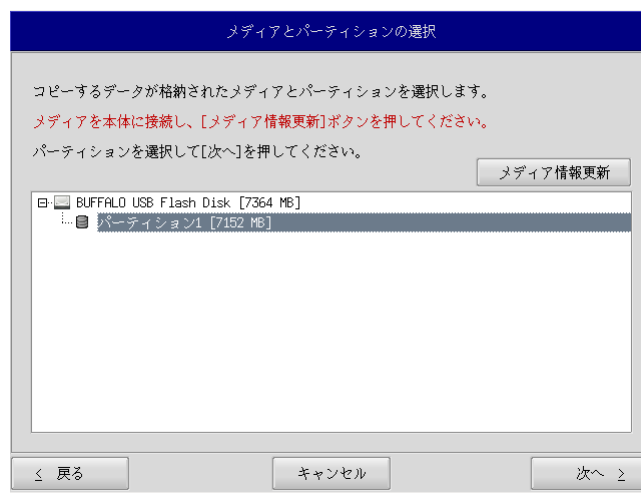

図 5-2-3. メディアとパーティション選択画面
- ⑥ メディアとパーティション選択画面 (図 5-2-3) が表示されます。あらかじめ用意しておいたバックアップ USB を本体に接続し、[メディア情報更新]ボタンを押してください。バックアップ USB のパーティションを選択し、[次へ]ボタンを押します。